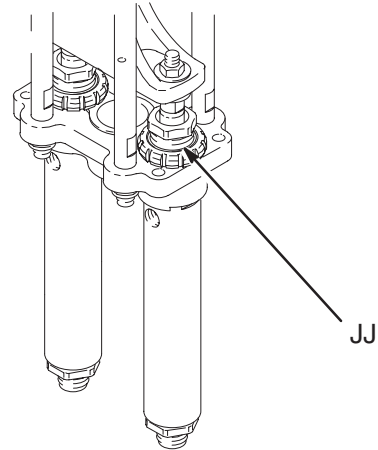

Abb. 19
Die Halspackungsmuttern (JJ) müssen stets mit entsprechendem Schmiermittel gefüllt sein. Die Dichtheit der Packungsmuttern muss wöchentlich überprüft werden. Siehe Abb. 19.